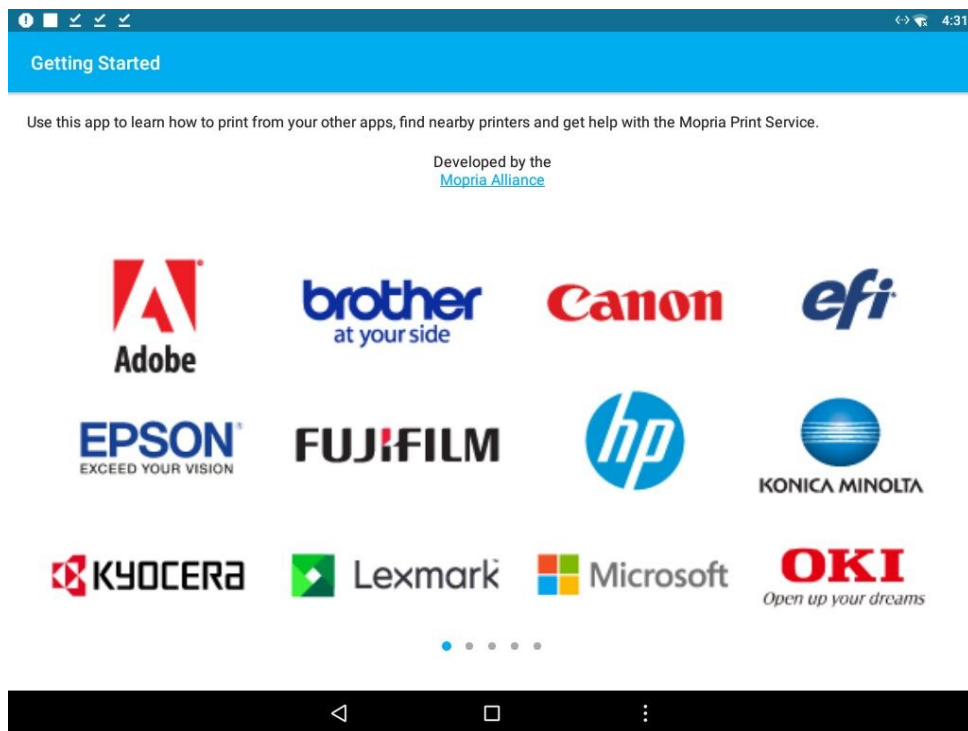
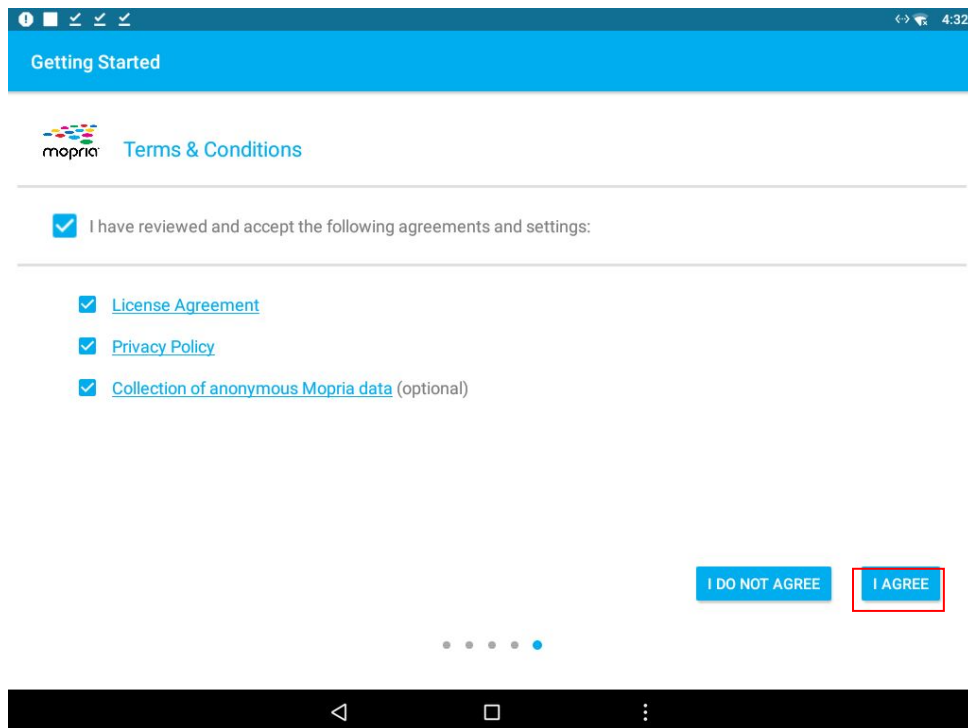

図6
図7
3、図 6 に示すように、インストールされた印刷ソフトウェアを開きます。最後のページに移動し、ライセンス契約とプライバシー ポリシーに「同意する」にチェックを入れます。図 7 に示すように、[同意する] をクリックしてソフトウェアの使用を開始します。